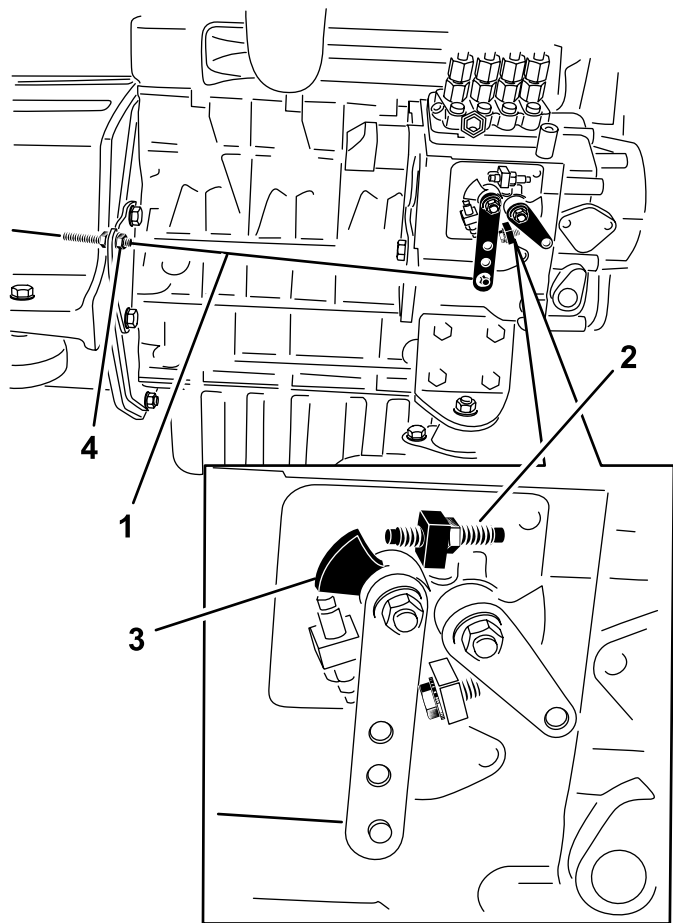

Рисунок 33
2. Проверьте положение рычага регулировки скорости на насосе для впрыска топлива. Когда рычаг дроссельной заслонки находится в положении **БЫСТРО** (фиксированном), рычаг регулировки скорости должен касаться винта высоких оборотов (Рисунок 33).
3. При необходимости отрегулируйте положение контргайки тросика дроссельной заслонки так, чтобы рычаг регулировки скорости касался винта высоких оборотов, когда рычаг дроссельной заслонки находится в положении **БЫСТРО** (фиксированном) (Рисунок 33).